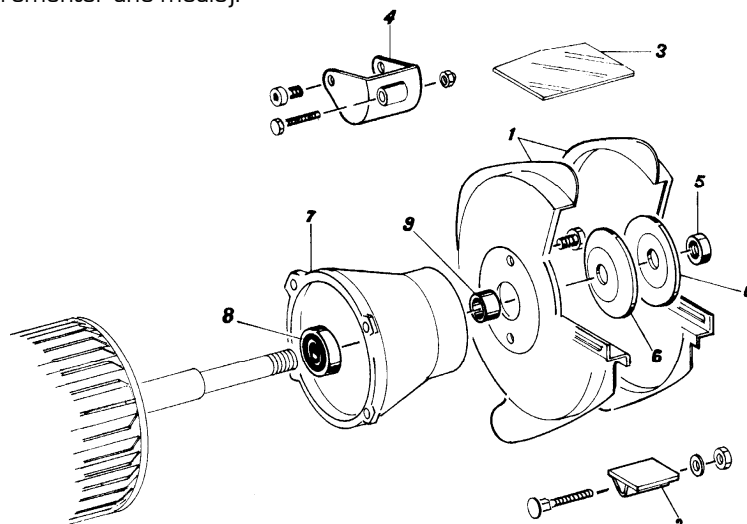

Figure 2
3. Démonter le carter extérieur de meule (1 fig.2) en dévissant les vis.
4. Dévisser l'écrou de meule (5 fig.2) en utilisant une clé plate ainsi qu'une clé six pans.
5. Insérer la clé six pans à l'extrémité de l'arbre et la clé plate sur l'écrou (5 fig.2).
6. Démonter le flasque extérieur du carter de meule (6 fig.2).